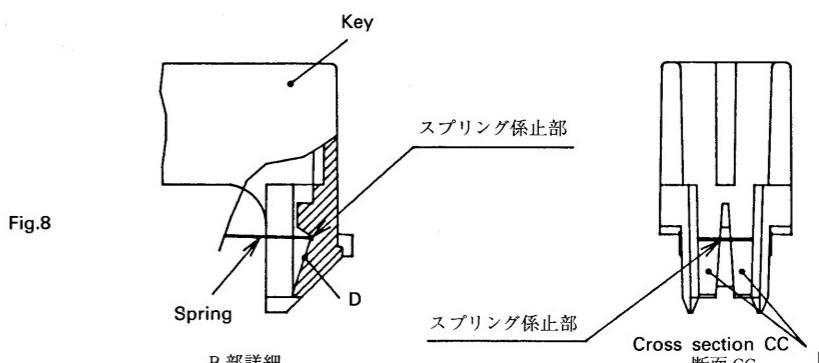

Fig.8
2. Referring to Fig.8, press the key in the direction of ④.
Firmly rest the spring on the spring dent (Fig.8). Don't let the spring stop at the slope D or the key touch will differ from the previous sensitivity.
2. スプリングを KEY スプリング係止部にあて(Fig. 8 参考) 方向 4 に KEY を押し込む。
注) スプリングを Fig. 8 に示すスプリング係止部に確実に係止しないと(斜面 D に止まる事がある)KEY タッチが変化してしまう。